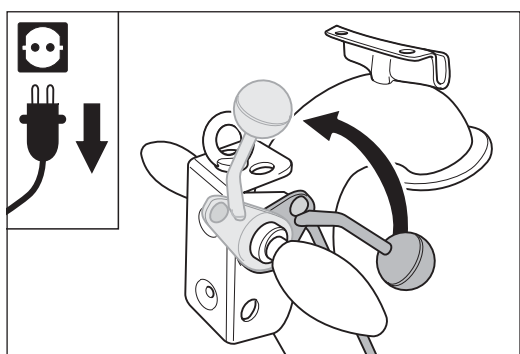

Abb. 4 Den Ablasshebels am Handgriff bis zum Anschlag nach oben ziehen. Dadurch wird die Schleifwalze vom Boden abgehoben.
- 4 Ziehen Sie den Ablasshebel am Handgriff bis zum Anschlag nach oben (Abb. 4). Dadurch wird die Schleifwalze vom Boden abgehoben.